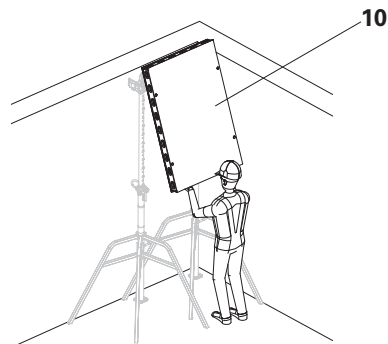

Fig. D2.02
3. Accrocher le panneau DP (10) dans les têtes d'étais DFH. (Fig. D2.02) Accrocher le cadre du panneau dans les dents de la tête d'étais DFH.